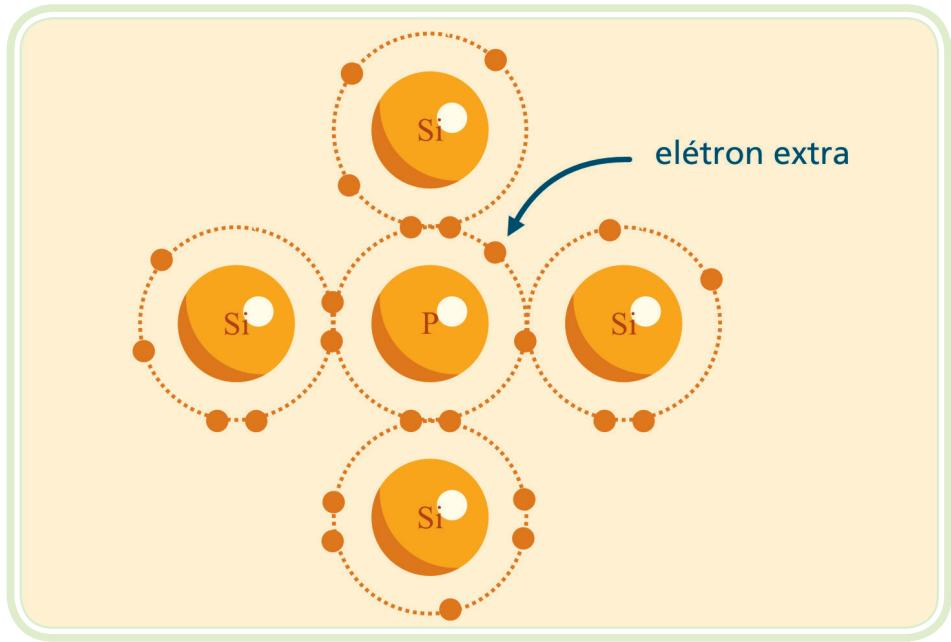

Figura 2.4: Cristal tipo N
- Semicondutor tipo N** – o cristal que foi dopado com impureza doadora é chamado semicondutor tipo N, onde N está relacionado com negativo. Como os elétrons livres excedem em número às lacunas num semicondutor tipo N, os elétrons são chamados portadores majoritários e as lacunas, portadores minoritários (Figura 2.4).